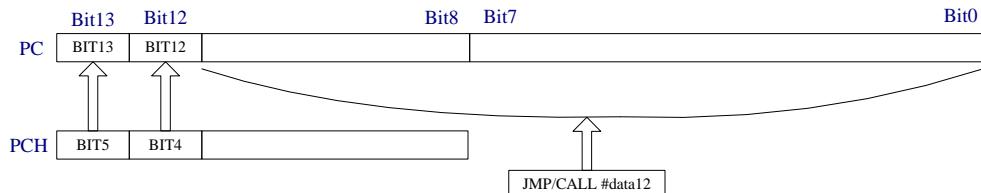

图 3.4 执行 JMP/CALL 指令时 PC 的变化图
当需要改变程序计数器到固定地址 (包括跳页) 时, 可以通过写 PCH 寄存器确定高 6 位地址 (写 PCH 寄存器不会改变 PC 的值), 当写低 8 位地址数据到 PCL 寄存器时, 程序计数器的 14 位地址数据将更新, 变为 PCH 寄存器和 PCL 寄存器的数据, 如图 3.4 所示。
在执行 JMP 或者 CALL 指令时, 程序计数器 (PC) 的值将变为 PCH_BIT5 和 PCH_BIT4 以及指令所带立即数 (#data12), 如图 3.4 所示。